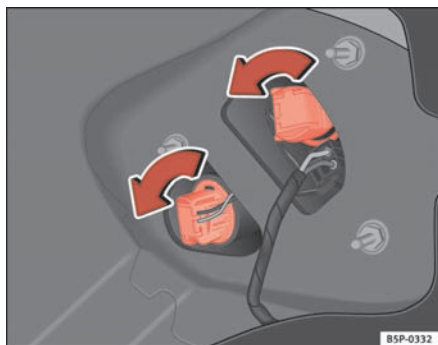

Fig. 194 Lys på karrosseriet
- Drej fatningen mod venstre ⇒ fig. 194.